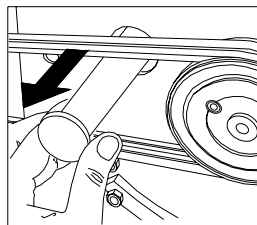

Fig. 19
- Extraer la varilla prestando atención o anotar la posición de los distanciadores que separan los gatos (fig. 19).